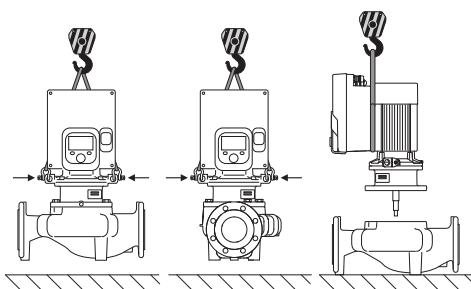

Fig. 6: Uređaj za dizanje s okomitim vratilom motora
2. Utični komplet (Fig. 4) za osiguranje prikladnim sredstvima za podizanje pričvrstite na transportne ušice. Kako se jedinica ne bi prevrnula, omotajte petlju pojasa prema Fig. 6 oko motora i adaptera elektroničkog modula. Pri učvršćivanju izbjegavajte oštećenje elektroničkog modula.